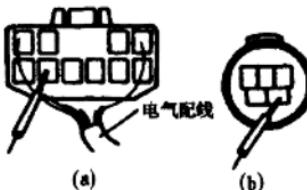

图 1-1
(5)用万用表检查线路接头时,如果接头是防水型的,应仔细取出防水橡胶套;当检查电阻、电流或电压时,所用万用表阻抗必须大于 $10M\Omega$ ,检查时将万用表测针插进线束端的接头里,测针插入时不可对接头过分用力,检查后,在接头上可靠地安装防水橡胶套。测试连接器插脚端子时,测针插入方向应如图 1-1 所示。图 1-1(a)表示从带有配线的后端插入测针来检查;图 1-1(b)表示没有配线的前端用测针来检查。